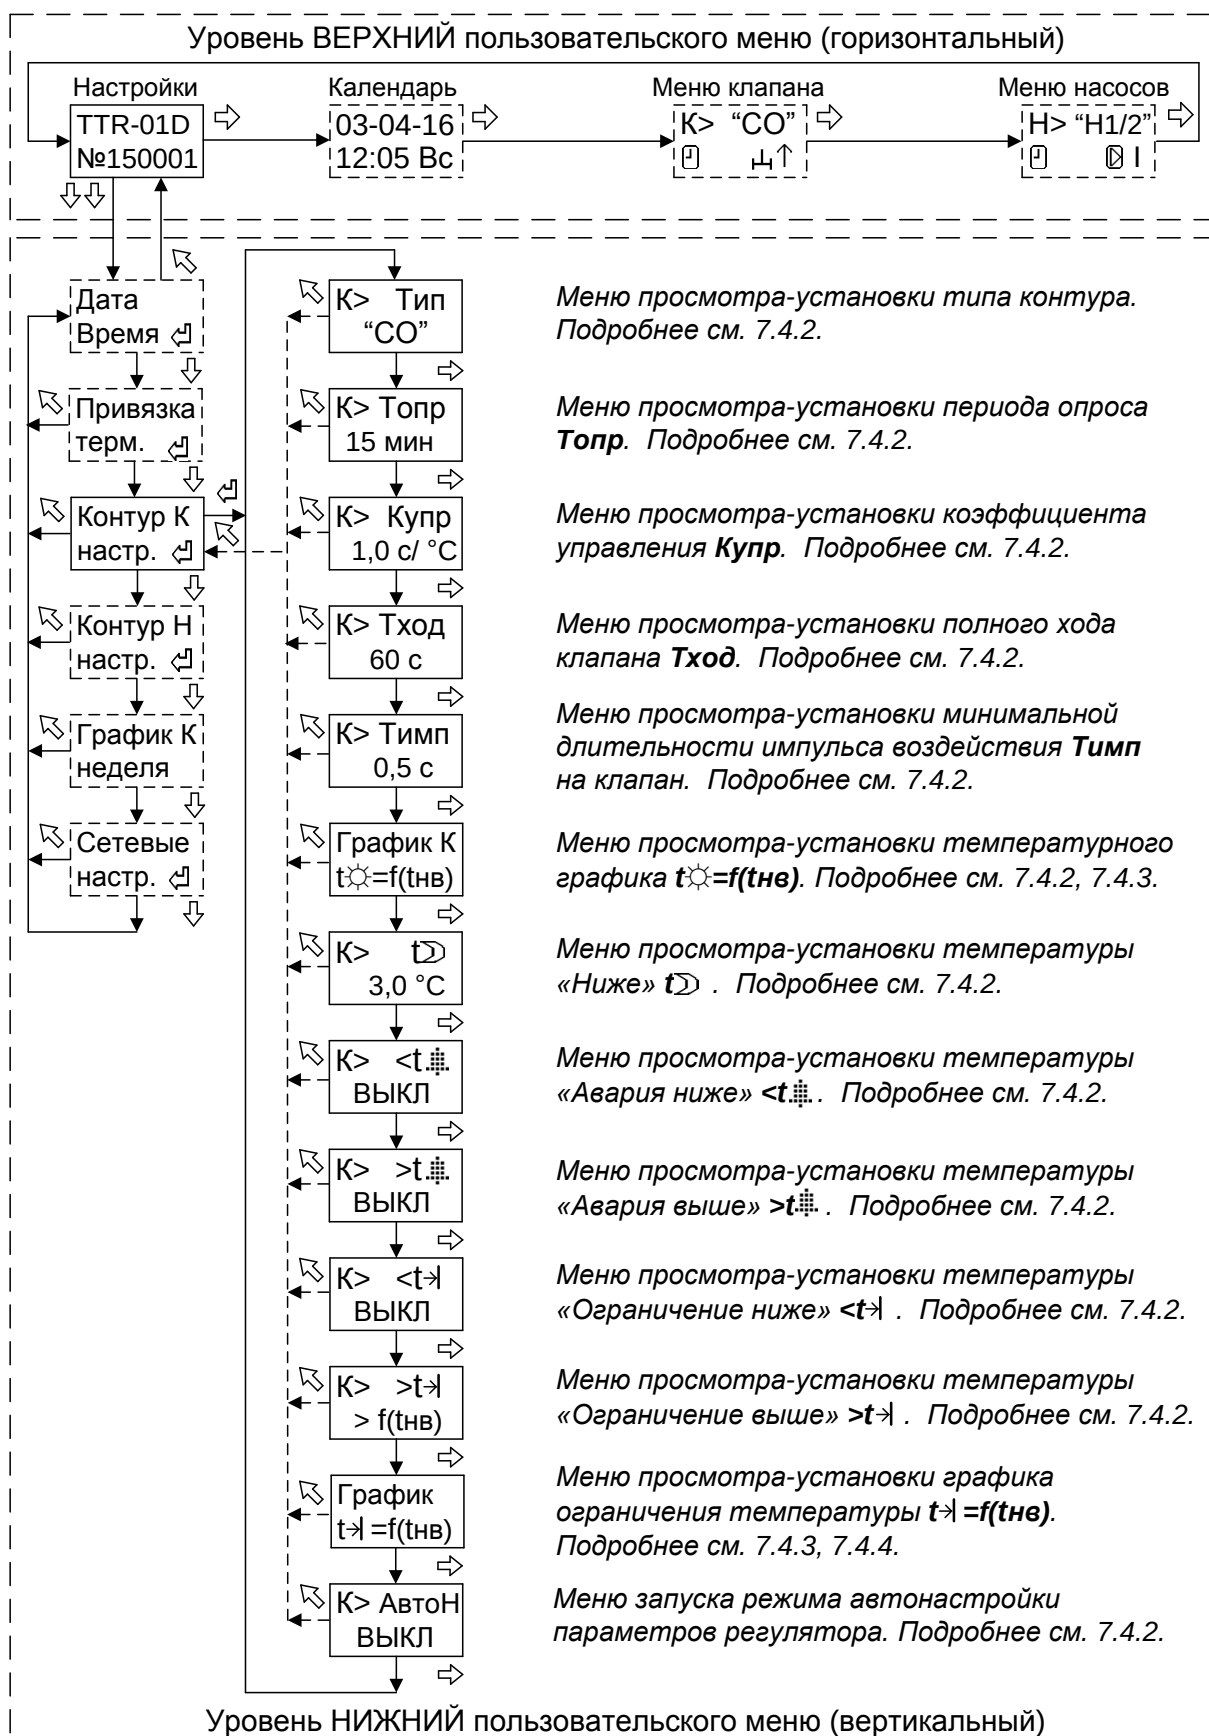

Рисунок 4 – Структура меню настройки параметров для системы отопления
7.4.3 Для просмотра-установки температурного графика регулирования необходимо войти с помощью нажатия кнопки “” (см. рисунок 4) в меню «График $t=f(t_{нв})$ ».